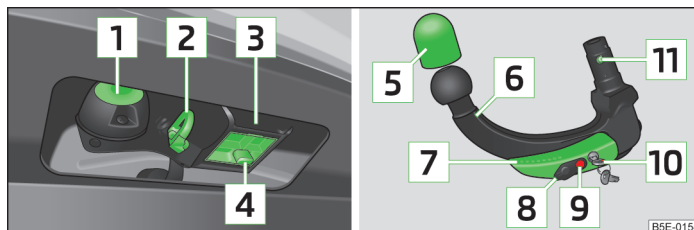

Fig. 146 Suportul dispozitivului de tractare / tija cuplei
- > Trageți capacul **4** » fig. 146 la pagina 158 în jos.
- Introduceți capacul de protecție **4** » fig. 146 la pagina 158 pe locașul de fixare.